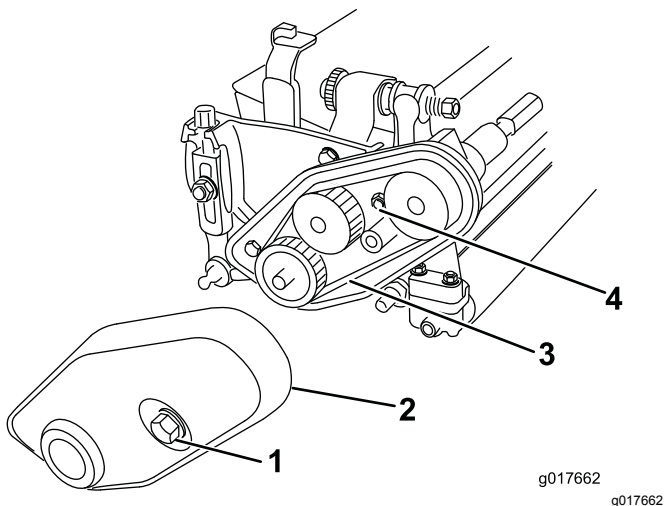

图6
2. 旋松皮带拉紧螺母然后拆下皮带图6。
1. 旋松将皮带罩固定至滚刀组的固定螺栓直至拆下皮带罩图6。